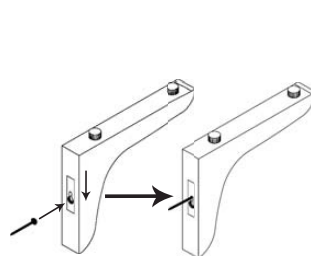

Figura 4
PASO 3: Ubique la Ménsula sobre el tornillo y presiónela para que quede en el su lugar. Asegúrese de que la Ménsula esté ajustada contra la pared, de otro modo remueva y ajuste el tornillo. Repita el procedimiento con cada Ménsula, como se muestra en la **Figura 4**.